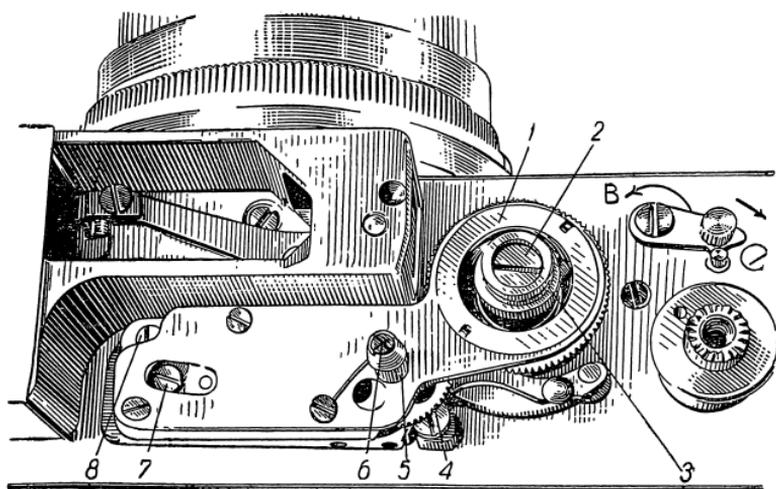
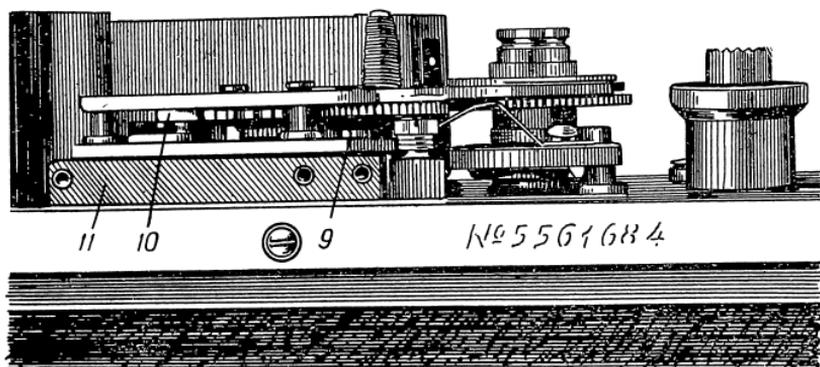
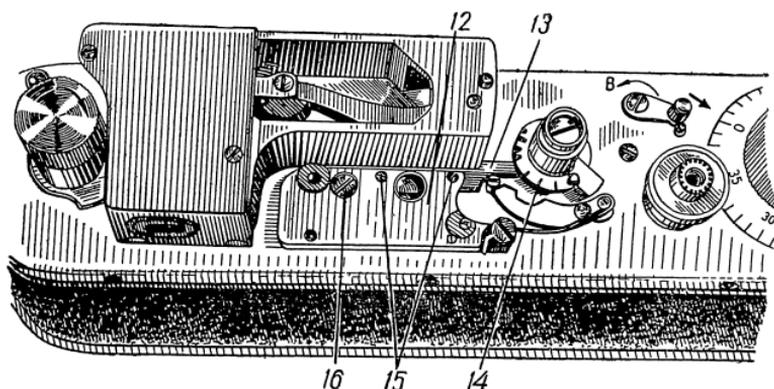
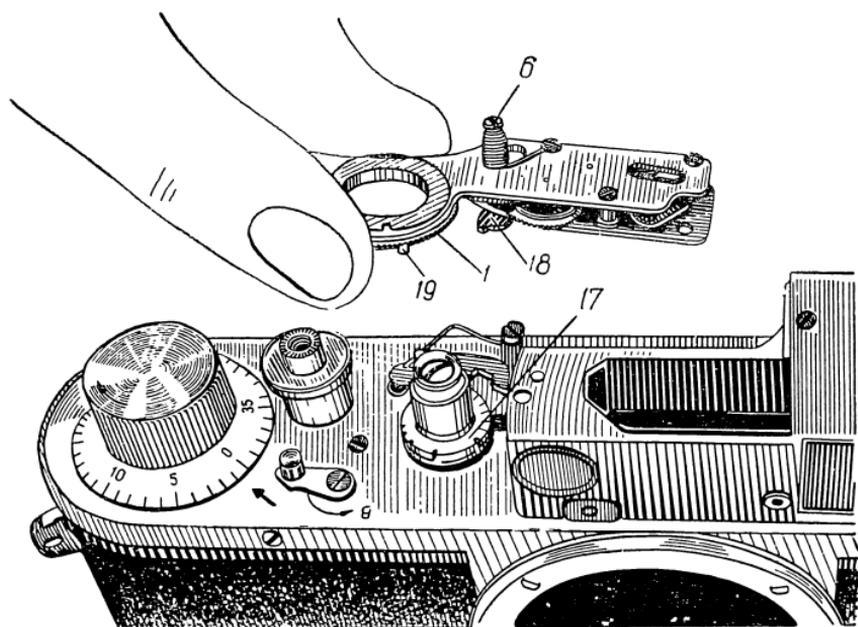

Рис. 217. Механизм замедления.
Рис. 218. Детали механизма замедления.
Рис. 219. Основание механизма замедления.
Рис. 220. Установка механизма замедления.
и приводится в действие системой рычагов, а механизм дополнительных выдержек камеры «Зоркий-ЗМ» находится под верхним щитком (рис. 217, 218) в непосредственной близости к механизму выдержек.
*Устройство и принцип работы.* Механизм замедления (рис. 217) состоит из системы шестерен и анкера, которые приводятся в действие пружиной 5. Пружина 5 устанавливается на оси 6, на другом конце которой расположен от-
секатель 18 (рис. 220). Анкер 10 (рис. 218) расположен на рычаге, который после регулировки фиксируется винтом 7 (рис. 217). В аппарате «Зоркий-3» рычаг, на котором установлен анкер, при выдержке  $\frac{1}{10}$  сек. поворачивается и
Механизм замедления крепится двумя винтами к основанию 12 (рис. 219), представляющему собой пластинку с
Механизм замедления связан с механизмом установки выдержек пальцем 19 (рис. 220), установленным на заводной шестерне 1.
Пружина механизма замедления 5 (рис. 217) всегда находится в заведенном состоянии и вращает шестерни механизма до тех пор, пока отсекается 18 (рис. 220) выжмет рычаг-отсекатель 13 (рис. 219) и тем самым ограничит движение шестерен механизма. В таком состоянии находятся механизм замедления и рычаг-отсекатель во время работы шторного затвора на всех выдержках, кроме длинных (дополнительных). При установке длинных выдержек рычаг экспозиции 3 (рис. 217) захватывает палец 19 (рис. 220) и поворачивает заводную шестерню 1, которая вращает шестерни механизма замедления и ось 6 с отсекаем 18 и освобождает рычаг-отсекатель 13 (рис. 219). Рычаг, в свою очередь, под действием пружины выдвигается и задерживает движение второй шторки.
1. Неисправности, связанные с загрязнением механизма. Если в механизм замедления попала вода, необходимо его снять и почистить. При попадании между зубьями шестерен мельчайших песчинок механизм замедления выходит из строя и его нужно разобрать и почистить. Для этого отвинчивают винты 8 (рис. 217) и 9 (рис. 218), расположенный под шестерней 4 (рис. 217), в которой сделано четыре отверстия для установки отвертки. Затем поворачивают шестерню 4 так, чтобы одно из отверстий оказалось над головкой винта 9 (рис. 218). Если по какой-либо причине нельзя повернуть
При снятии механизма замедления следует двумя пальцами правой руки придерживать заводную шестерню 1 (рис. 220), не давая ей вращаться. Сняв механизм, нужно внимательно осмотреть и запомнить положение пальца 19 и выступа отсекателя 18, так как от их правильной установки зависит работа механизма замедления и штормного
затвора. Затем, освободив заводную шестерню 1, нужно посчитать количество ее оборотов (их может быть два-три) до полного выхода завода пружины 5 (рис. 217). Заведя на это количество оборотов заводную шестерню 1 и затем отпустив ее, можно проверить, как работает механизм замедления. Если шестерни вращаются нормально и анкер работает, значит, механизм исправен. Если же шестерни движутся рывками или вообще не движутся, механизм не исправен и его нужно чистить. Механизм замедления чистят в бензине часовой щеткой. Особенно внимательно необходимо осмотреть и почистить зубья шестерен. Все оси не очень обильно смазывают маслом. При установке механизма замедления нужно вставить пружину 5 (рис. 217)
(если она снималась), завести на необходимое количество оборотов (против часовой стрелки) заводную шестерню и посмотреть, в каком положении оказались палец 19 (рис. 220) и отсекаТЕЛЬ 18. Если они стоят в положении «до разборки», то механизм устанавливается на камеру и крепится винтами. При этом нужно держать левой рукой анкер или шестерни, чтобы они были неподвижными. Отверстия для винтов крепления имеют значительно больший диаметр, чем диаметр винтов, чтобы можно было регулировать установку механизма замедления. Рычаг экспозиции 3 (рис. 217) не должен задевать заводную шестерню 1 и должен быть в центре ее отверстия. Иногда при регулировке достаточно освободить один из крепежных винтов и, незначительно переместив механизм замедления, добиться его нормальной работы.
Вторая шторка удерживается рычагом-отсекателем 13 (рис. 219), который держит рычаг поводковой муфты 14. При установке всех, кроме дополнительных, выдержек затвора механизм замедления не заводится и его отсекаТЕЛЬ 18 (рис. 220) не дает возможности рычагу-отсекателю 13 (рис. 219) выдвинуться. Допустим, выдержка была установлена  $\frac{1}{2}$  сек., а затем рычаг экспозиции 3 (рис. 217) переставили на другую короткую выдержку, например  $\frac{1}{100}$  сек. При этом освобождается палец 19 (рис. 220) и шестерни механизма замедления возвращаются в исходное положение, выжав рычаг-отсекатель 13 (рис. 219). Однако из-за нарушения правильной установки или загрязнения механизма замедления шестерни остаются неподвижными и не выжимают рычаг.
Это повреждение может быть вызвано также и тем, что отсекаТЕЛЬ 18 (рис. 220) не попадает на выступ рычага-отсекателя 13 (рис. 219) из-за неправильной установки
Головка выдержек крепится на рычаге экспозиции 3 (рис. 217), палец которого устанавливается в одно из отверстий диска экспозиции 17 (рис. 220). Отверстия в диске экспозиции не одинаковы. Отверстия длинных выдержек (1 сек.,  $\frac{1}{2}$  сек.,  $\frac{1}{5}$  сек. и  $\frac{1}{10}$  сек.), работающих с механизмом замедления, несквозные. Поэтому рычаг экспозиции оказывается настолько приподнятым, что может при повороте головки экспозиции зацепить за палец 19 (рис. 220) и завести механизм замедления.
На всех коротких выдержках рычаг экспозиции 3 (рис. 217) не цепляет за палец 19 (рис. 220), а проходит под ним. Неправильная установка головки выдержек приводит к деформации выступающей части механизма замедления в том месте, где установлена заводная шестерня 1. Вследствие этого рычаг экспозиции совсем не цепляет за палец 1 либо цепляет на коротких выдержках. Механизм установки выдержек выходит из строя, и установить головку выдержек невозможно.
4. Неисправность рычага-отсекателя 13 (рис. 219). Рычаг-отсекатель, расположенный под основанием 12, под действием пружины выдвигается в сторону рычага 14 поводковой муфты. Основание 12 крепится к монтажной крышке тремя винтами, два из которых завинчены с нижней стороны монтажной крышки, а один (винт 16) находится сверху. Установка основания по отношению к монтажной крышке регулируется двумя винтами 15. Может случиться, что рычаг не выдвигается или выдвигается с затруднением из-за неправильной посадки основания 12. Если рычаг не выдвигается, нужно
5. **Неисправность рычага экспозиции.** Бывают случаи, когда установить рычаг экспозиции 3 (рис. 217) невозможно, либо он устанавливается, а при повторении этой же выдержки произвольно меняет положение и происходит другая выдержка. Следует проверить установку и крепление пальца на рычаге экспозиции.
накладкой 15, а второй — под рычагом 17; рычаг призмы 17 не закрыт другими деталями (см. рис. 220), что удобно для его регулировки; призма 16 не приклеена к рычагу 17, а укреплена в оправе. Рычаг призмы 17 также может менять свое положение при помощи подвижной накладки 15.